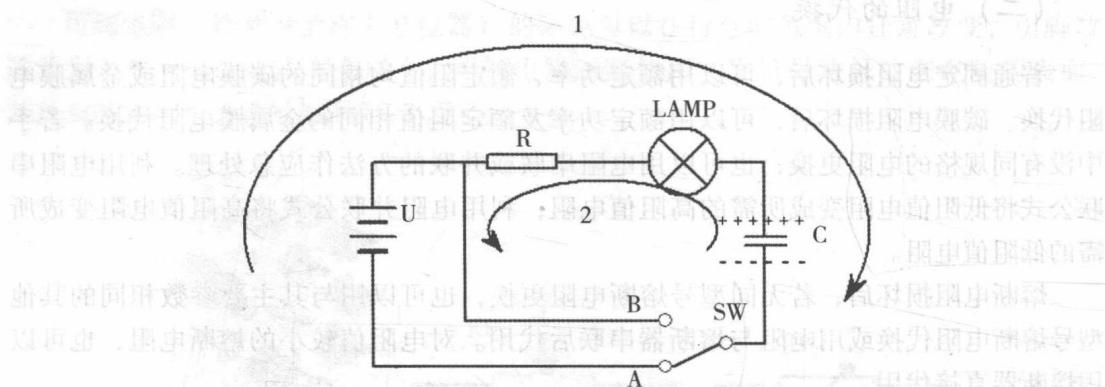

图 1-10 电容充放电电路
在这里我们将用一个电路实例来说明电容特性的问题，电路如图 1-10 所示。
通过观察电路图可以发现，当开关 (SW) 打向 A 或 B 时，会构成两个十分近似但略微不同的回路。当我们根据图 1-10 做一个实际电路的时候，会发现，无论开关打向 A 还是 B 的那一瞬间小灯泡都会立即发亮，随后逐渐变暗，直至彻底熄灭。